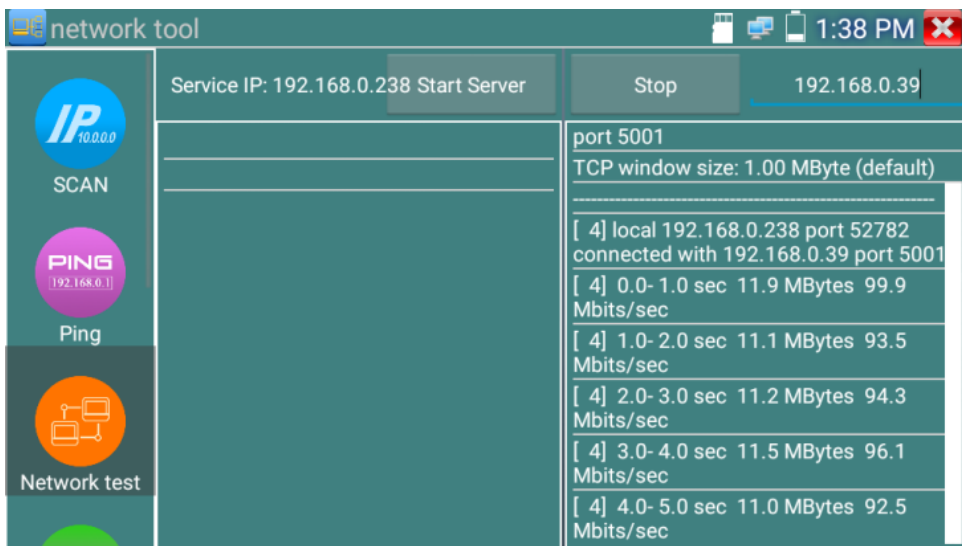

Рис. 90 Работа 2го тестера в режиме «клиент» при проверки пропускной способности сети
6. Нажмите кнопку «Старт» (Start), чтобы начать тестирование (рис. 90)